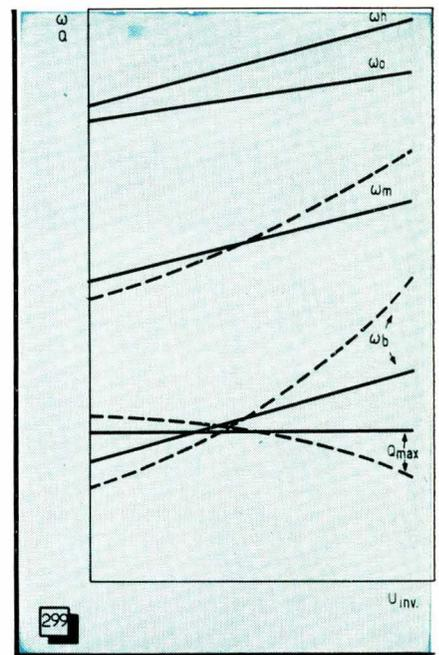

Fig. 299. — Allure de la variation des fréquences « caractéristiques » d'une diode - capacité en fonction de la tension inverse croissante.
Les courbes de la figure 299 indiquent l'allure de la variation des quatre fréquences « repères » lorsque la tension de commande inverse U augmente. Les deux axes de ce graphique sont à échelle logarithmique et les courbes en trait interrompu montrent comment les choses se passent lorsque la variation de U entraîne celle de la résistance de fuite R_r . On constate, en regardant ces courbes, que ω_h et ω_0 ne sont pas influencés par une variation éventuelle de R_r , ce qui était d'ailleurs à prévoir d'après les relations (111) et (113). Enfin, à noter que ω_n , ω_m et ω_b varient comme la racine carrée de U , tandis que ω_0 le fait comme la racine quatrième de U .